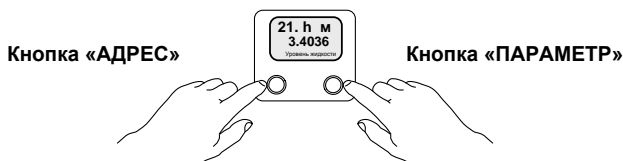

Рисунок 7
3.7.2.1 Управление работой сигнализатора осуществляется кнопками «АДРЕС» и «ПАРАМЕТР», расположенных на лицевой панели сигнализатора, при этом на табло сигнализатора выводится соответствующая информация. Различается кратковременное (длительностью менее одной секунды) и длительное нажатие кнопок (рисунок 7).